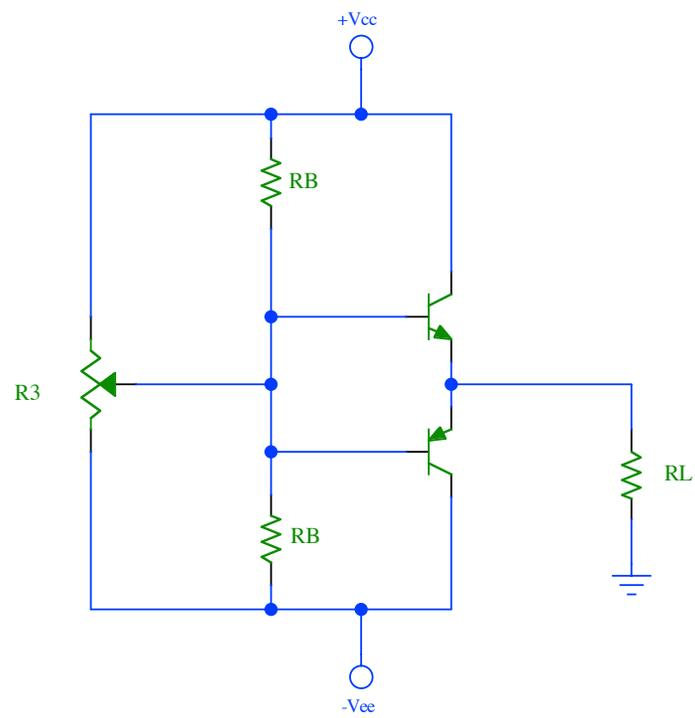

Figura 10: Amplificador en configuración de simetría complementaria “*push-pull*”.
1. Calcular los valores de los elementos y armar el circuito mostrado en diagrama de la Figura 10.